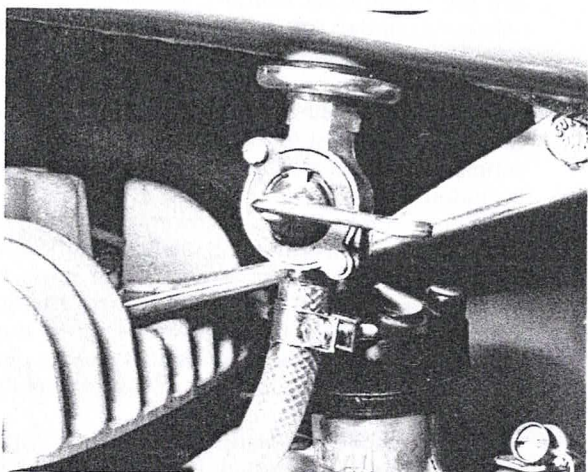

Bild 98
- Einige Modelle sind mit einem zerlegbaren Hahn ausgerüstet, an dem die Dichtung der Schaltscheibe ersetzt werden kann. Zum Zerlegen die beiden Befestigungsschrauben des Deckels abnehmen (Bild 98). Vor dem Zerlegen des Hahns muss der Tank entleert werden.